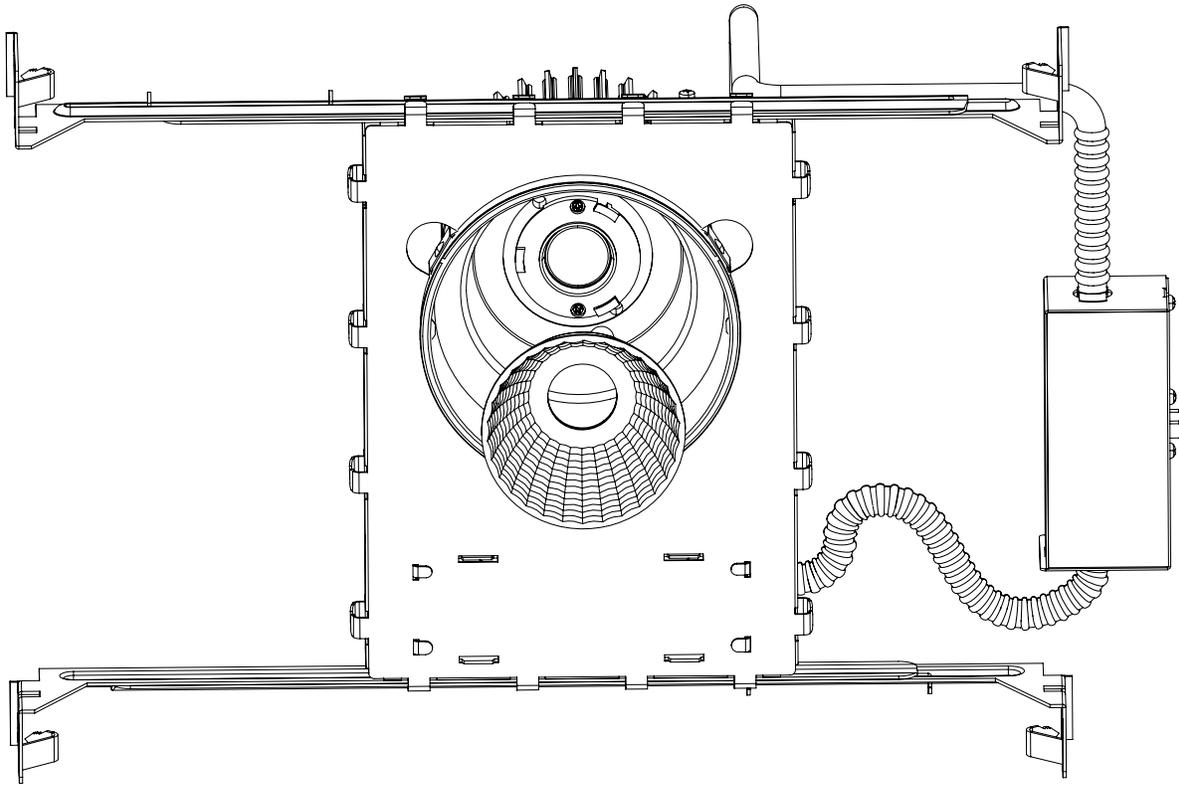

Figure 13
7. Si l'angle du faisceau n'est pas celui souhaité, retirez le déflecteur en le tirant et le réflecteur en le tournant dans le sens inverse des aiguilles d'une montre, installez le nouveau réflecteur et remettez le déflecteur en place (Fig.13).
9. If beam angle is not the desired one, remove the baffle by pulling it, and the reflector by rotating it counter clockwise, install the new reflector and put the baffle back (Fig. 13).
9. Si l'angle du faisceau n'est pas celui souhaité, retirez le déflecteur en le tirant et le réflecteur en le tournant dans le sens inverse des aiguilles d'une montre, installez le nouveau réflecteur et remettez le déflecteur en place (Fig. 13).